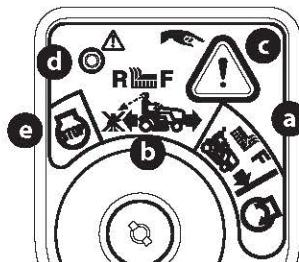

Figure 26
2. Tournez la clé de la position de tonte normale (a) à la position de tonte en marche arrière (b) (Figure 26).
3. Pressez le bouton du mode de tonte en marche arrière (c) sur le coin supérieur droit du tableau de bord pendant trois secondes. Le témoin lumineux rouge (d) dans le coin supérieur gauche s'allume lorsque le bouton de marche arrière est activé (Figure 26).
5. Regardez toujours derrière vous et vers le sol avant de reculer et lorsque vous reculez pour vous assurer qu'il n'y a pas d'enfants à proximité. Après avoir repris la marche avant, tournez la clé à la position de tonte normale (a) (Figure 26).
- La clé soit placée à la position de tonte normale (a) ou à la position ARRÊT (e) (Figure 26).